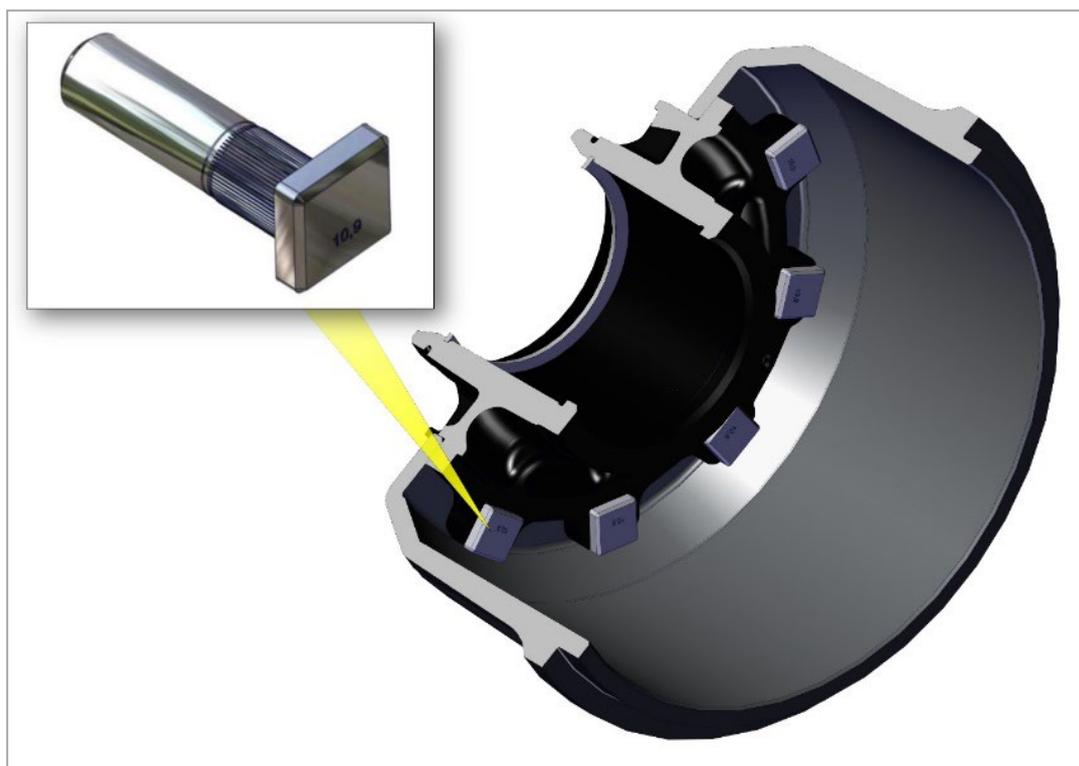

Рис. 9. Установка шпилек
3) Шпильку необходимо надежно устанавливать на место, следя за тем, чтобы она располагалась под прямым углом к поверхности ступицы и точно садилась на внутренний торец тормозного барабана (рис. 9).